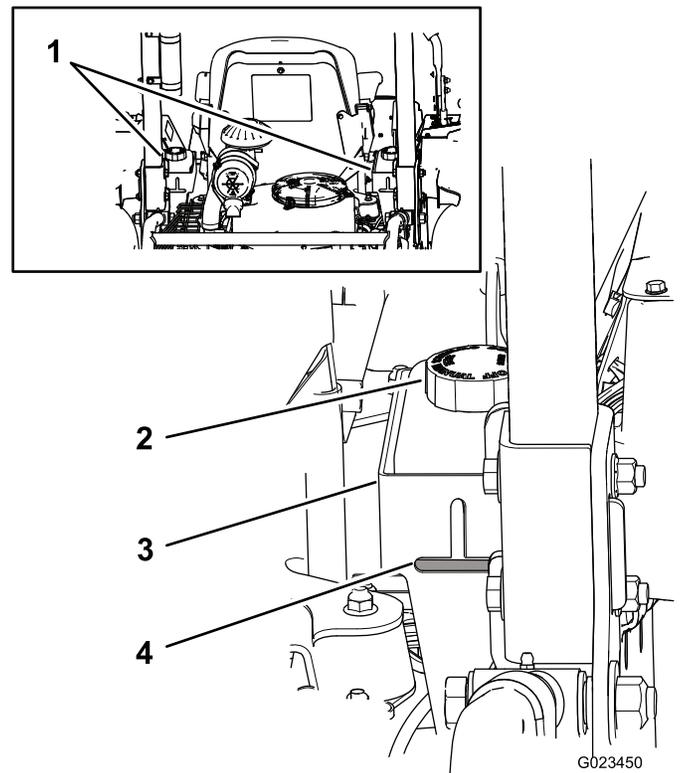

Bild 18
Die Behälter der Maschine werden im Werk mit Hydrauliköl guter Qualität gefüllt. Prüfen Sie den Stand des Hydrauliköls, wenn das Öl kalt ist. Die Maschine sollte in der Transportkonfiguration sein. Wenn der Ölstand unter der Oberkante des horizontalen Teils des Schauglases hinten am Hydraulikbehälter (Bild 18) liegt, gießen Sie Öl nach, bis der Ölstand akzeptabel ist. **Füllen Sie die Behälter nicht zu voll.** Wenn der Ölstand an der Oberkante des horizontalen Teils des Schauglases liegt, muss kein Öl nachgefüllt werden. Als Ersatzflüssigkeiten werden empfohlen:
Hinweis: Der Ölstand sollte an der Unterseite der Öffnungen sein; wie in Bild 18 abgebildet.
- A. Reinigen Sie den Bereich um die Deckel der Hydraulikölbehälter, damit keine Rückstände in die Anlage gelangen (Bild 18).